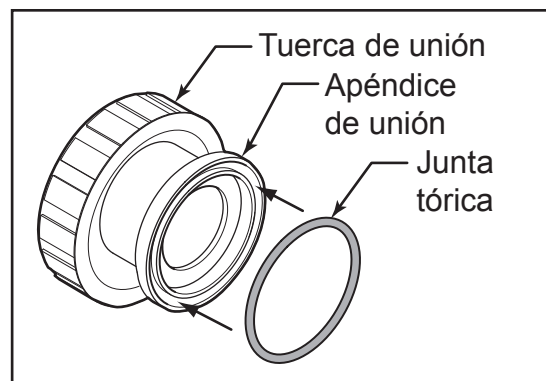

Figura 4. Colocación de la junta tórica
8. Coloque las juntas tóricas en la cara de los apéndices de la unión, donde la cara de la unión se conectará con los puertos del filtro. Consulte la Figura 4.